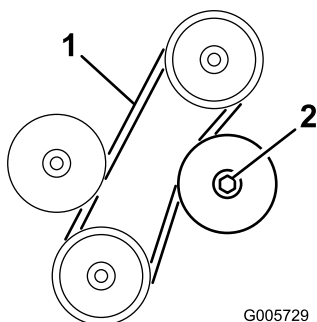

Figura 65
3. Uma tensão adequada deverá permitir um desvio de 6 mm quando for aplicada uma força de 22 N numa zona intermédia da correia, entre as duas polias (Figura 65). Se o desvio for incorrecto avance para o passo 4. Se estiver correcto, avance para o passo 5.
4. Desaperte a porca de bloqueio que prende a polia intermédia ajustável (Figura 65). Pressione a polia intermédia contra a correia até atingir o desvio desejado e aperte novamente a porca de bloqueio (Figura 65).
2. Desaperte a porca de bloqueio que fixa a polia intermédia, retire a polia da correia e, em seguida, retire a correia das outras polias (Figura 65).
3. Monte uma nova correia e verifique a sua tensão. Pressione a polia intermédia de encontro à correia até atingir um desvio de 6 mm exercendo uma força de 22 N na zona intermédia entre a polia superior e a polia intermédia fixa. Aperte a porca de bloqueio da polia intermédia para fixar o ajuste (Figura 65).